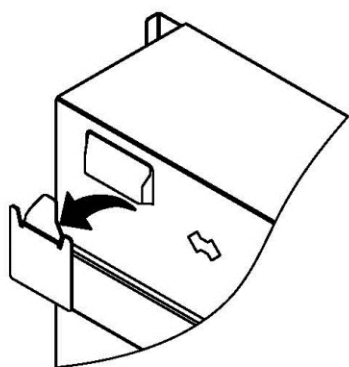

Fig.3
- Sollevare con cautela il riscaldatore assicurandosi che le due fessure posteriori superiori del riscaldatore si aggancino alla staffa a parete (vedere la Fig. 3) e si posizionino al centro.